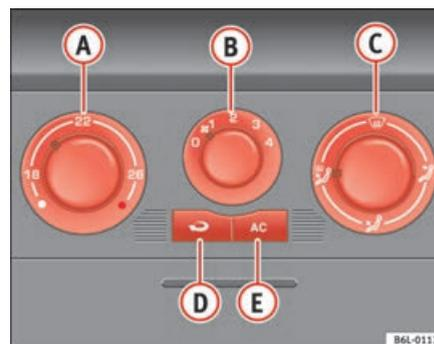

Fig. 94 Sur le tableau de bord : éléments de commande du climatiseur
- Les régulateurs  $\Rightarrow$  fig. 94 A et C et la commande B permettent de régler la température, la distribution de l'air et la vitesse de la turbine.
- Fermer les diffuseurs ③.
- Ouvrir et orienter les diffuseurs ④ vers les fenêtres latérales.
- ① Régulateur de température ⇒ page 129
- ② Commande du ventilateur. Le débit d'air peut être réglé sur quatre vitesses. Lorsque le véhicule roule lentement, laissez toujours tourner la soufflante à petite vitesse.
- ③ Régulateur de répartition de l'air ⇒ page 129